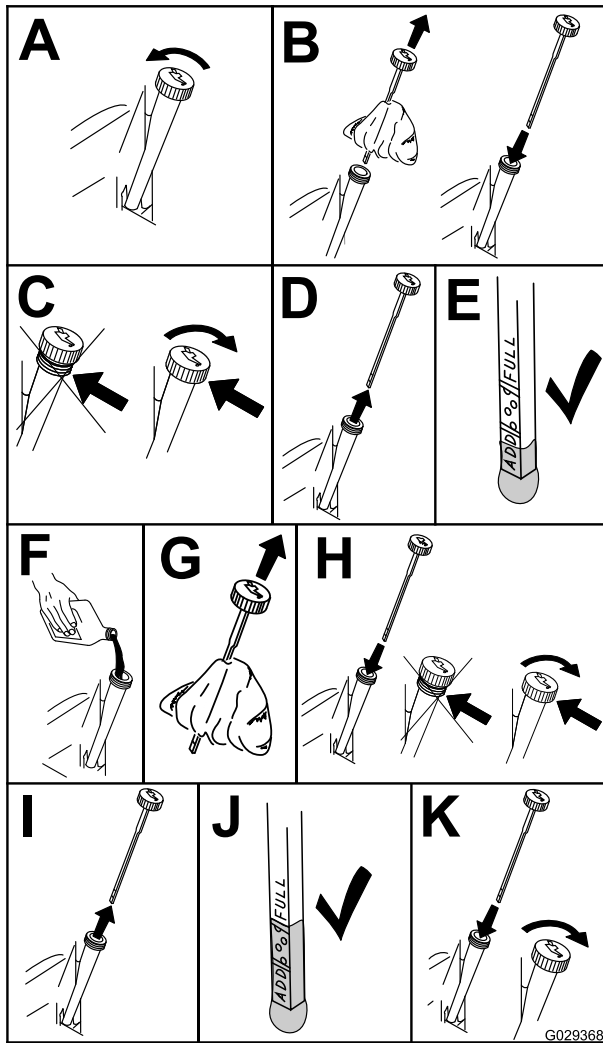

Figura 30
3. Para que no entre suciedad, recortes de hierba, etc., en el motor, limpie la zona alrededor del tapón de llenado/varilla de aceite antes de retirarlo (Figura 30).